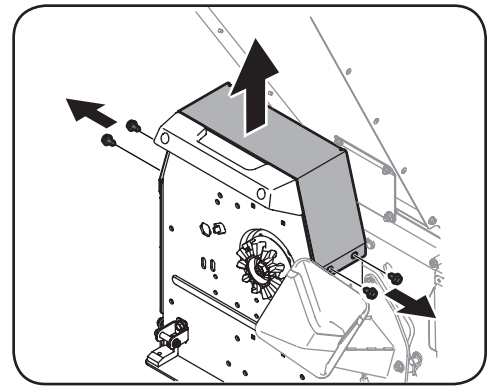

Figura 5-12
2. Extraiga los dos tornillos cubiertos que sujetan la tapa del sistema motor. Guarde los herrajes. Vea la Figura 5-12.